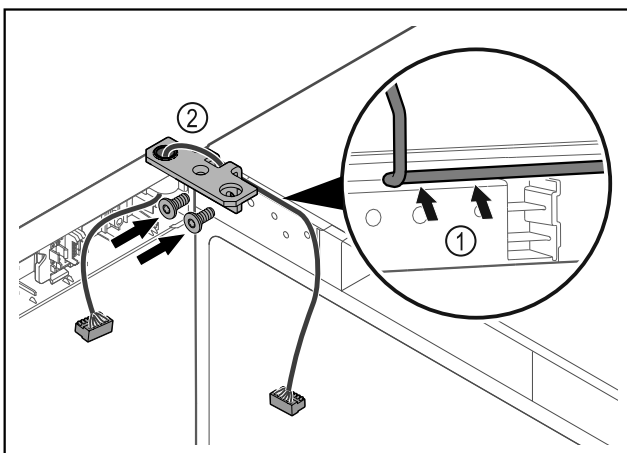

Fig. 41
- Kabel door de uitsparing van de scharnierhoek leiden en voorzichtig monteren Fig. 41 (1).
- Scharnierhoek Fig. 41 (2) vastschroeven.